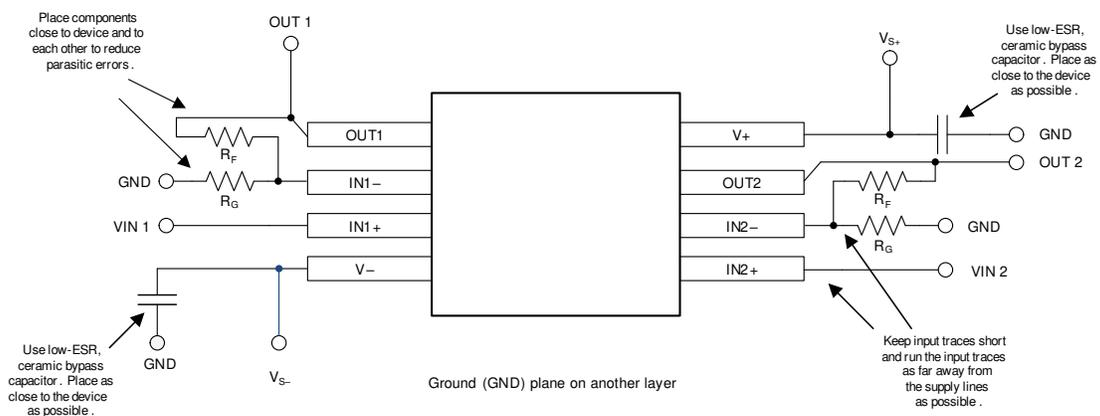

図 11-2. レイアウト例
- 外付け部品は、図 11-2 に示すように、可能な限りデバイスに近く配置します。 R_F と R_G を反転入力に近づけて配置すると、寄生容量を最小化できます。